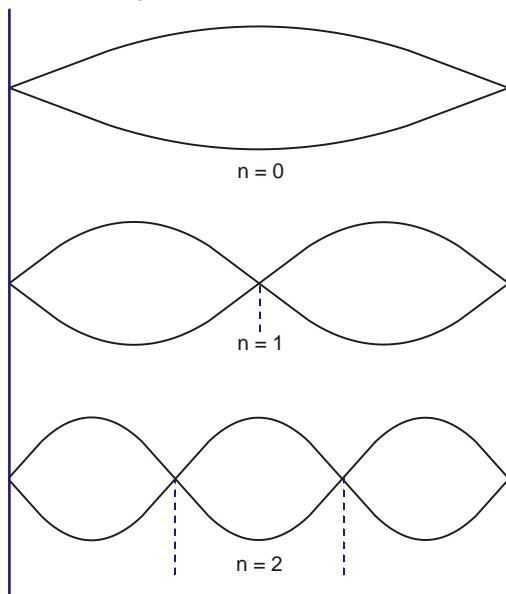

Fig. 3: Onde stazionarie
In altre parole, la condizione di risonanza (5) richiede che la lunghezza  $L$  sia esattamente un multiplo intero della metà della lunghezza d'onda. La frequenza di risonanza deve essere adeguata a questa lunghezza d'onda.  $n$  è in questo caso il numero dei nodi di oscillazione. Se nella prima armonica si forma solo un ventre di oscillazione, esso è uguale a zero (v. Fig. 3).